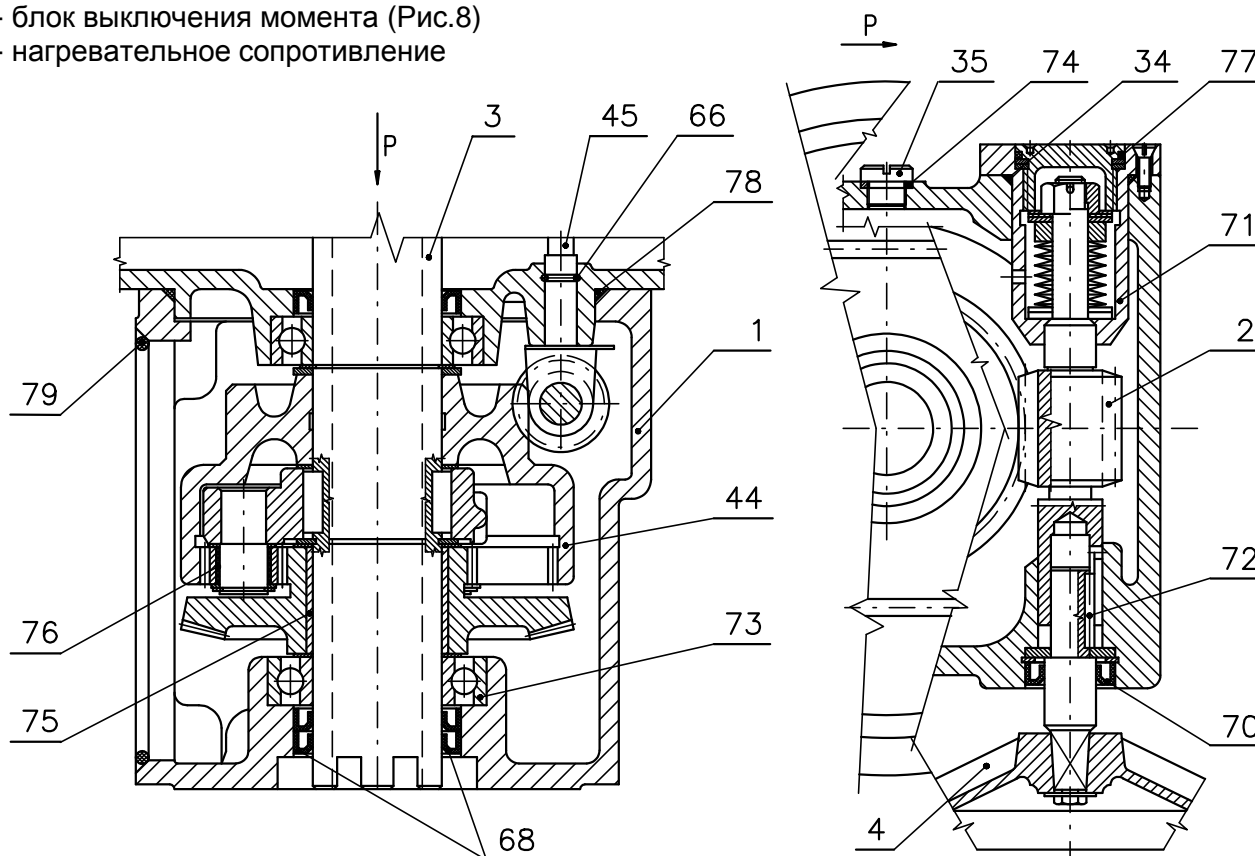
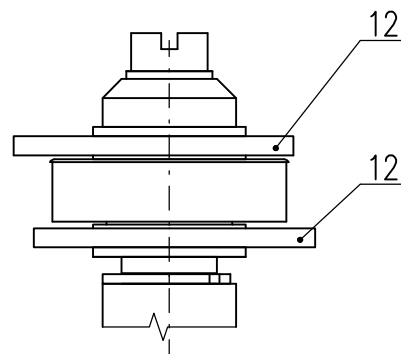

Рис. 2
Рис. 8
Модуль M3 – силовая передача с ручным управлением (рис.2)
- блок выключения момента (Рис.8)
Блок кулачков (рис.8) образован двумя передвигающимися кулачками (19) и (22), находящимися на валу управления момента (45) (рис.2). Размер поворота кулачков является мерилем размера выключающего усилия.